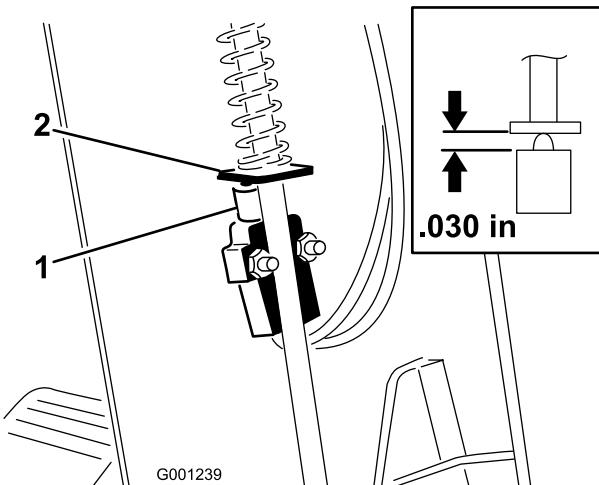

図 61
- カバーを上にスライドさせて駐車ブレーキ・スイッチを露出させる（図 61）。
- 駐車ブレーキのロッドのパドルとスイッチのプランジャとを整列させる（図 61）。
6. 駐車ブレーキ・ロッドを押し下げ、スイッチが押し上げられてプランジャが圧縮された時のプランジャの長さを 0.76 mm とする（図 61, inset）。これが、プランジャのハウジングの上端からパドルの表面までの距離となる。